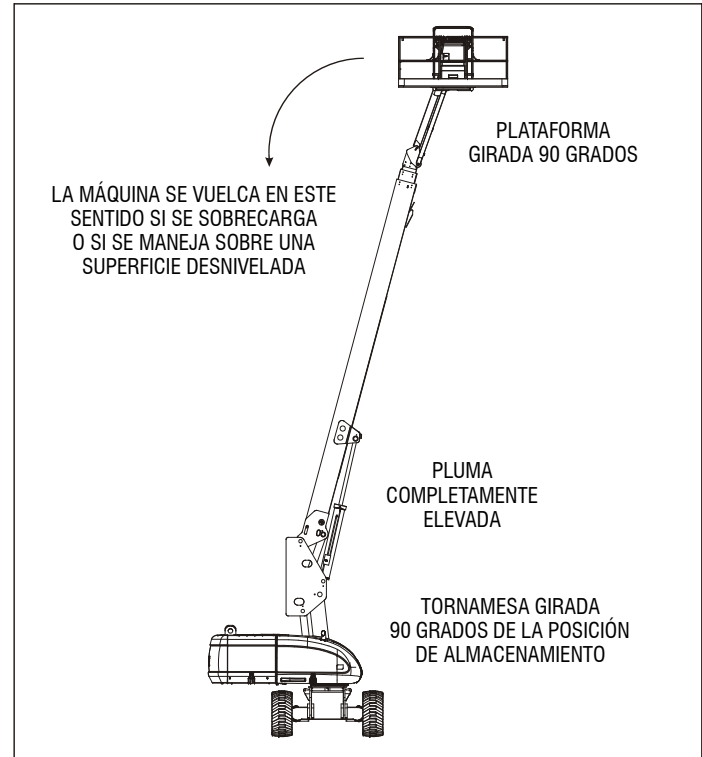
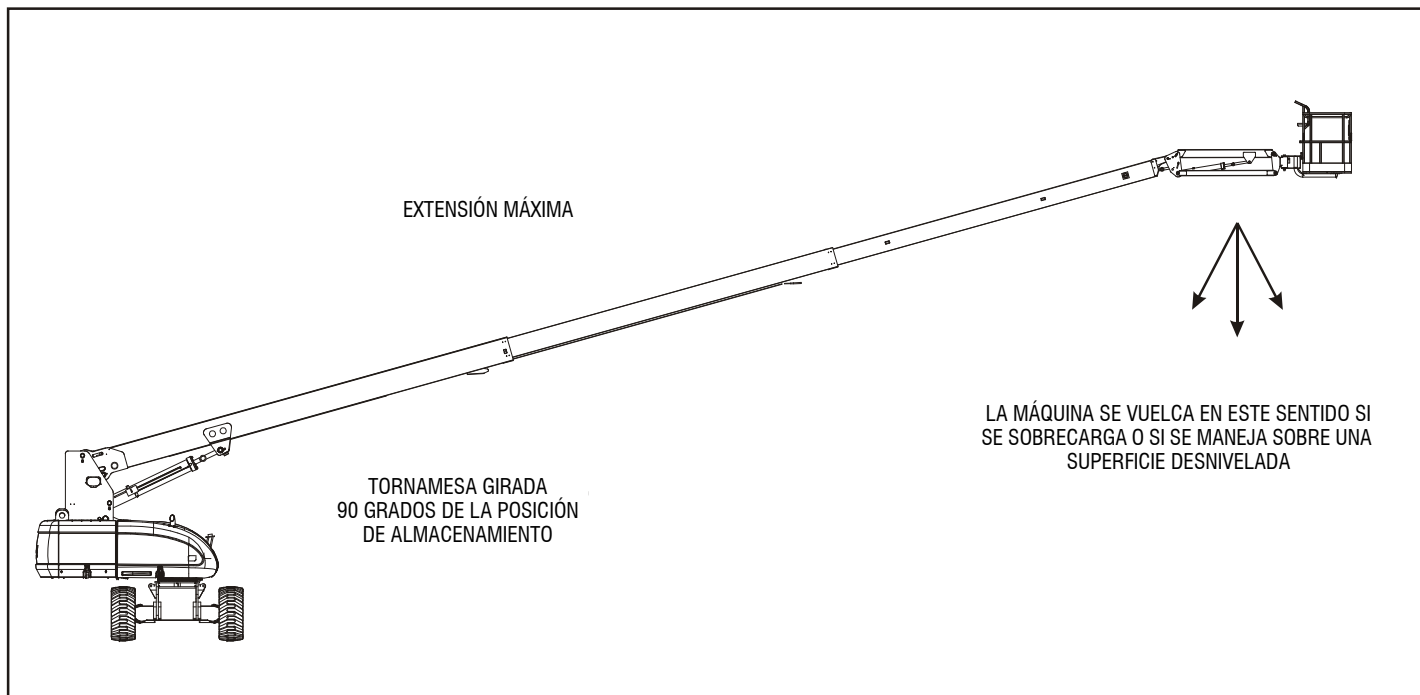

Figura 4-1. Posición de estabilidad trasera mínima
Figura 4-2. Posición de estabilidad delantera mínima
La estabilidad de la máquina depende de dos (2) condiciones, las cuales se denominan estabilidad DELANTERA y estabilidad TRASERA. La posición de la máquina que ofrece la estabilidad DELANTERA mínima se ilustra en la Figura 4-2.; la posición que ofrece la estabilidad TRASERA mínima se ilustra en la Figura 4-1.